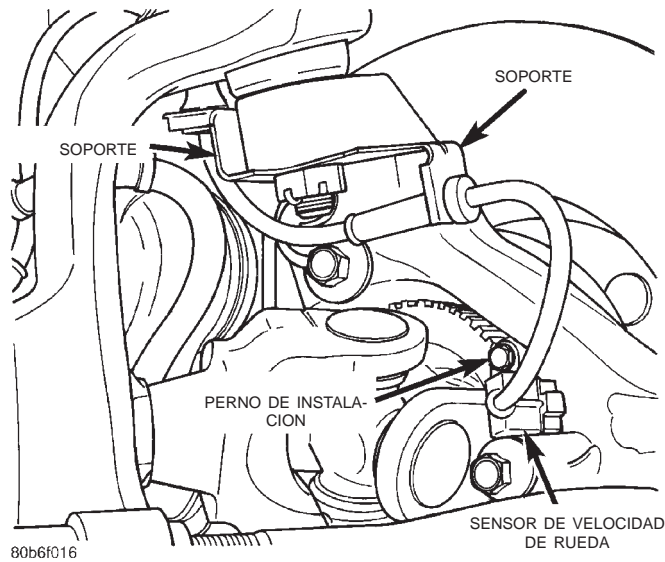

Fig. 8 Localización del sensor
- (1) Eleve y apoye el vehículo.
- (2) Retire el perno de instalación del sensor de rueda delantera (Fig. 8).
- (3) Retire el sensor de la articulación de la dirección.
- (4) Desenganche el cable del sensor de los soportes (Fig. 8) en la articulación de la dirección.